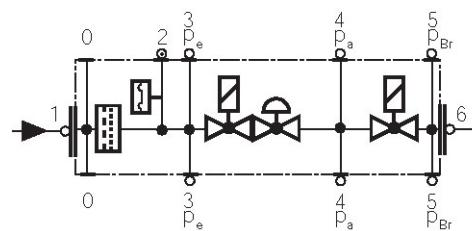

Рис. 47
- Заменяйте фильтр, если разница давления между точками 1 и 3 (Рис. 47)  $\Delta p > 10$  мбар.